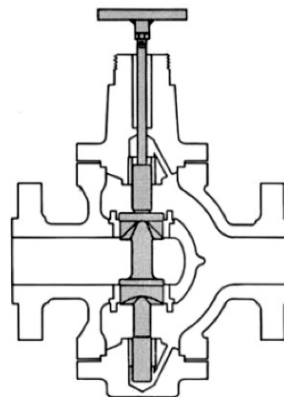

Bild 5
- H. Sätt in två eller tre delar av packningen (17) i packboxen för att hjälpa till att styra stängningen och pluggen vid läppning.
- I. Skruva på en borr och gängad stång med ett T-handtag på pluggstängningen och fäst dem med en låsmutter. (Se bild 5).